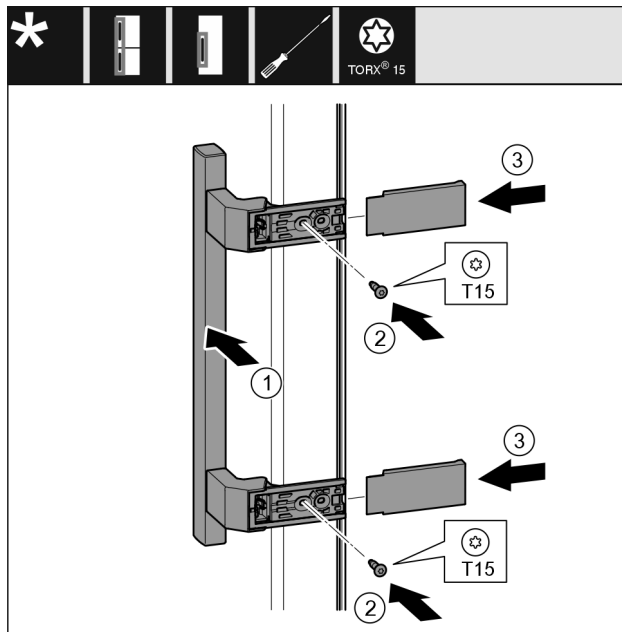

Fig. 11
- Ročaj namestite na nasprotno stran. Fig. 11 (1)
- Trdno privijte vijake z izvijačem T15. Fig. 11 (2)
- Pokrove pristavite ob strani in potisnite gor. Fig. 11 (3)